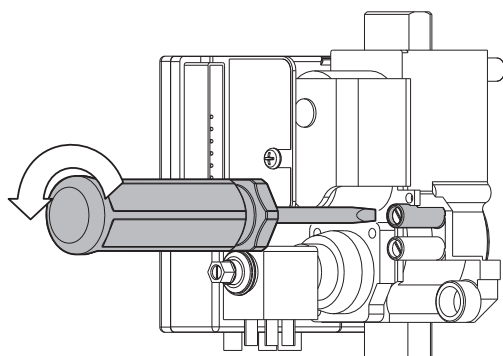

Abb.5
2. Für den Anschluss des Manometers muss die Dichtschraube am Druckanschluss gelockert werden (Abb. 5).
4. Das Manometer entfernen und die Schraube wieder sorgfältig anziehen (Abb. 5).